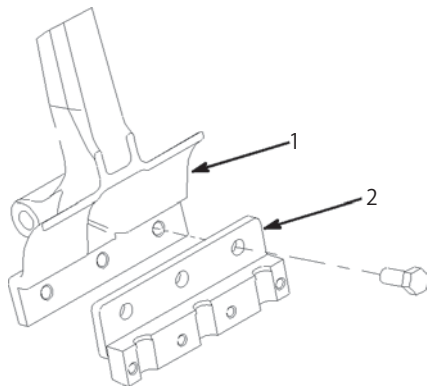

図23
2. 各ティン・アームにティン・ホルダーを取り付ける (図23; 1/2 x 1-1/4" キャップスクリュー 3 本を使用)。各キャップスクリューを 10.4 kg.m にトルク締めする (キャップスクリューはホルダー・キットの付属品)。